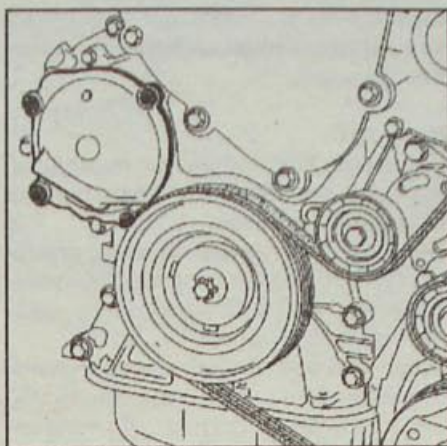

Рис. 4.71. Расположение болтов крепления крышки водяного насоса
- Отверните четыре болта крепления крышки водяного насоса (рис. 4.71).